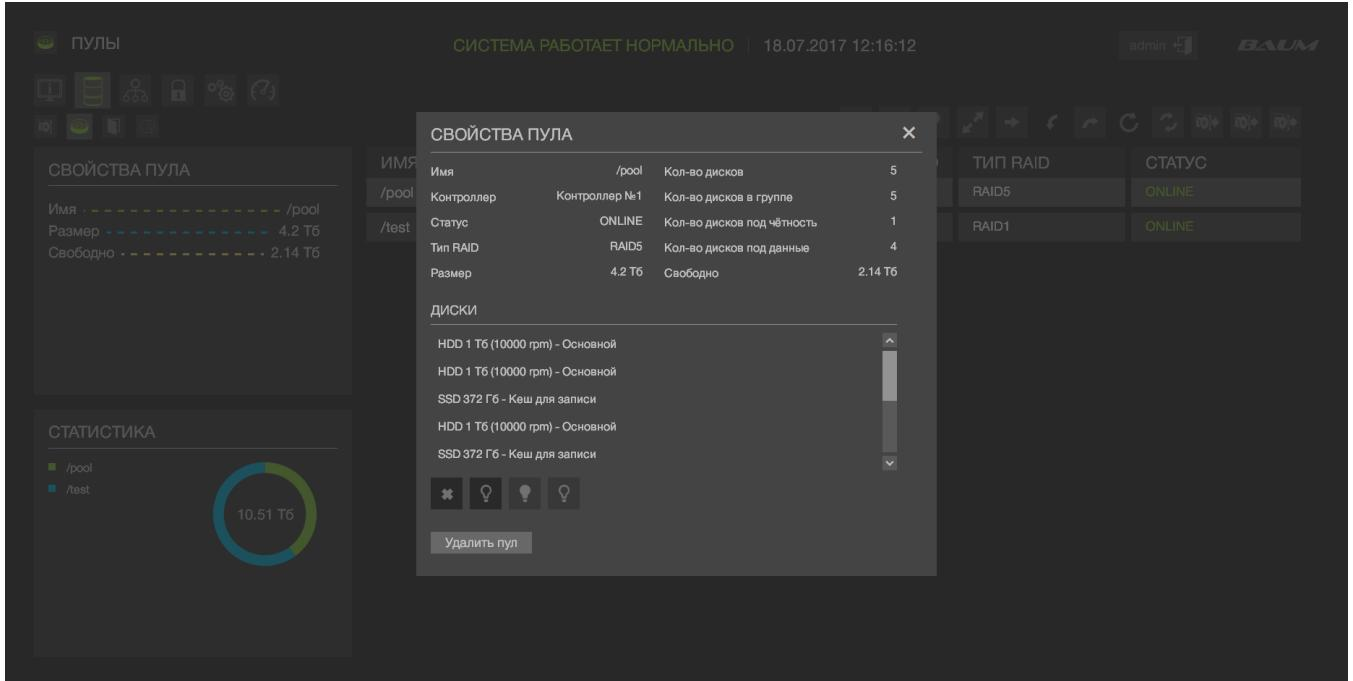

Рисунок 38 – Удаление пула
- 4) Нажать на кнопку «Удалить пул» (см. Рисунок 38).